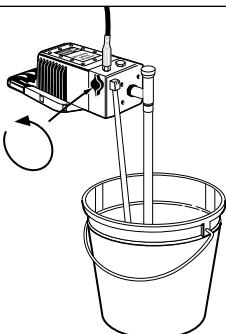

Figure 18- Tourner La Commande Amorcer/Pulvériseur
1. Tourner la commande Amorçage/Pulvérisation à la position "Prime", (Amorçage) (Voir Figure 18).